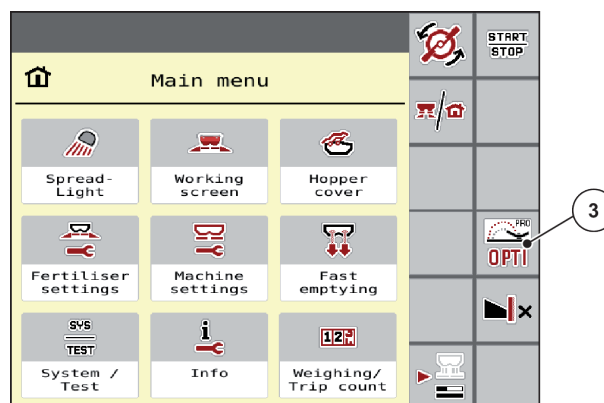

図 15: メインメニューで OptiPoint が有効
- ▶ 「OPTI」ファンクションキーを押して、枕地モードを起動します。またはメインメニューで有効にできます。図 15 メインメニューで OptiPoint が有効を参照。